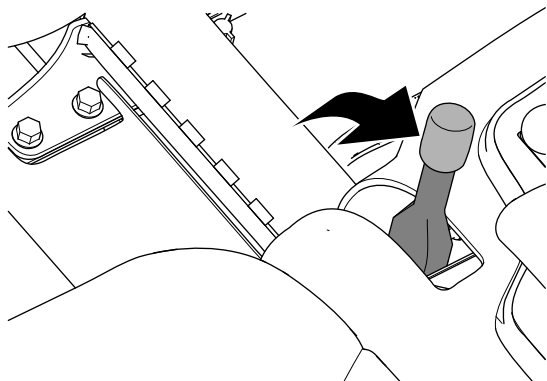

Figura 32
2. Engate o travão de estacionamento (Figura 32).